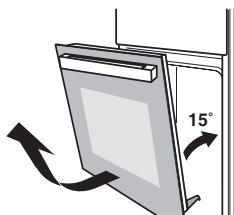

Рис. 2
2. Прикройте дверцу до положения примерно в  $15^\circ$  и выньте ее (рис.2).